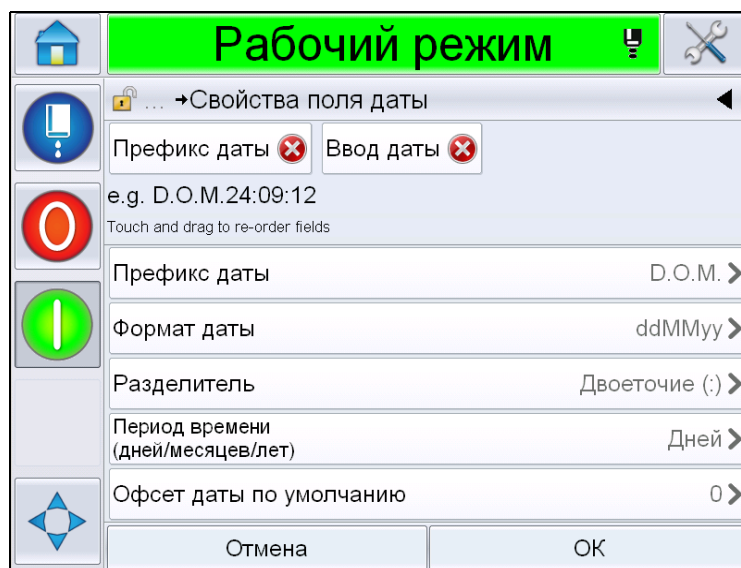

Рис. 5-28: Страница Свойств поля даты
- 7 Отображает страницу *Свойства Формата Даты* (Рис. 5-28).